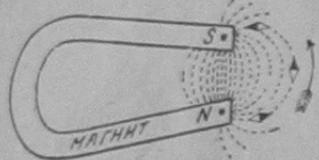

Рис. 1. Магнитное поле стального магнита.
1) Стальной магнит (рис. 1) притягивает наиболее сильно железо, сталь и т. п. точками N и S , расположеными у концов магнита в называемыми полюсами.